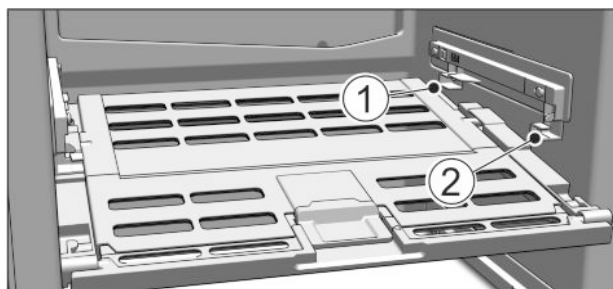

Fig. 48
- ▶ Wkładanie pokrywy Fruit & Vegetable-Safe: Ramiona pokrywy wprowadzić od dołu do tylnego uchwyty Fig. 48 (1) i zająć z przodu w uchwycie Fig. 48 (2).